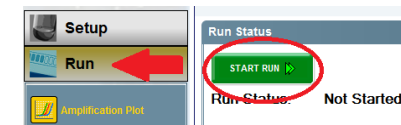

Figura 07: Botão **Start Run** na seção **Run**.
- No menu **Run**, clicar no botão **START RUN** (conforme indicado na Figura 07). Uma janela será aberta e o usuário deverá digitar o nome do arquivo da corrida que será salvo em formato **.eds**.